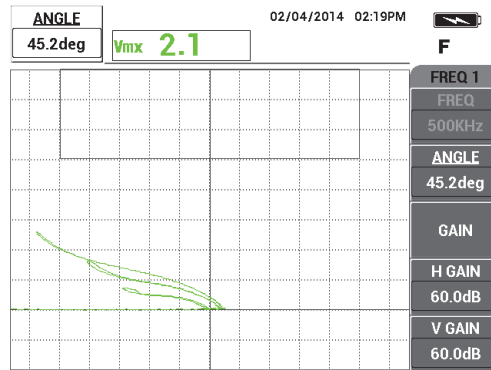

Abbildung 5-4 Möglichst horizontal verlaufendes Liftoff-Signal
6. Drücken Sie die Direktzugriffstaste ANGLE (◁θ). Der Parameter **WINKEL** ist standardmäßig auf GROB eingestellt. Drücken Sie die Bestätigungstaste (✓), um den Parameter **WINKEL** auf FEIN einzustellen. Passen Sie den Wert von **WINKEL** mit dem Drehknopf an, bis das Liftoff-Signal möglichst horizontal verläuft (siehe Abbildung 5-4 auf Seite 138).